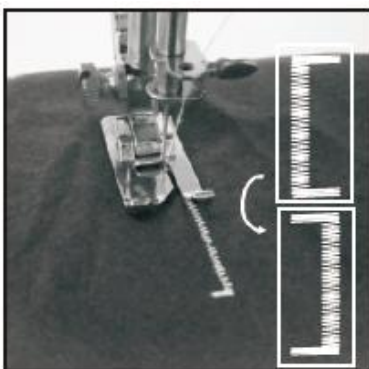

Fig. 18
- 5) Hæv trykfoden, og drej stoffet 180° (fig.18).